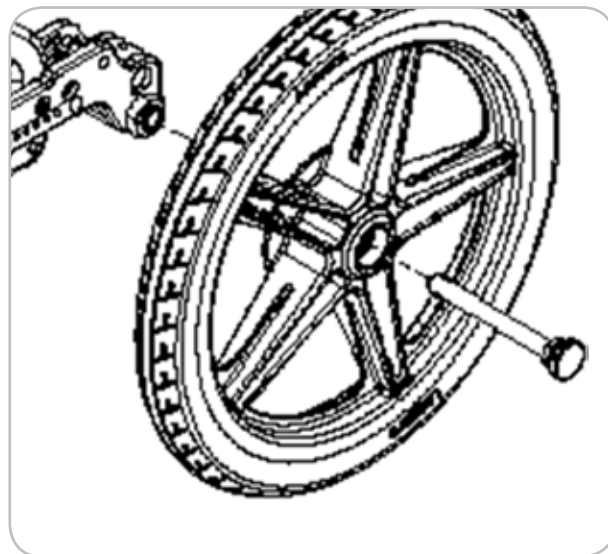

Figura 1
4. Montare le ruote posteriori, come mostrato in Figura 1.